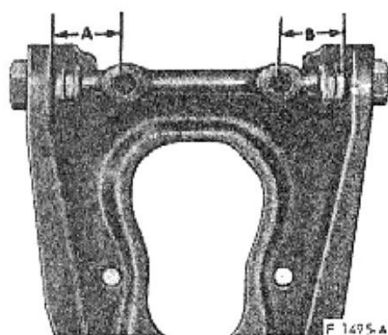

fig. 6 — centralização do eixo interno no
9. Colocar o eixo no braço, aplicar graxa nas buchas e anéis de vedação e instalar as buchas no eixo e no braço. Girar as buchas de modo que o eixo fique corretamente centrado no braço. O eixo estará centrado quando as dimensões A e B (fig. 6) forem iguais.